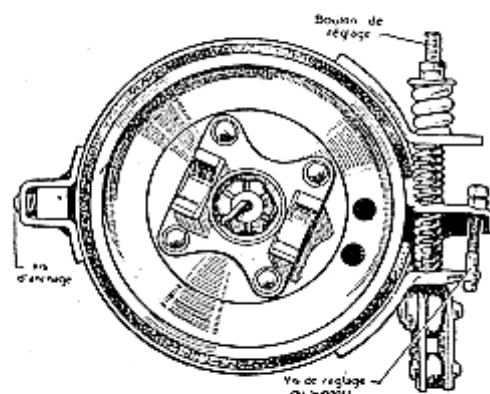

Fig. 34. — Réglage du frein à main
- Enlever le fil d'arrêt de la vis d'ancrage (fig. 34) et régler cette vis de façon à obtenir un jeu entre garniture et tambour de 0,25 à 0,30 mm. (0,010 à 0,012") à l'ancrage.